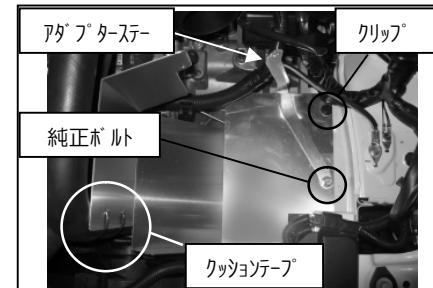

図7
- ③純正のボルトを使い、アダプターステーとヒートプレートを車両へ取付けます。図7参照
※ブローオフホースとヒートプレートの間へクッションテープを貼り付けます。図7参照